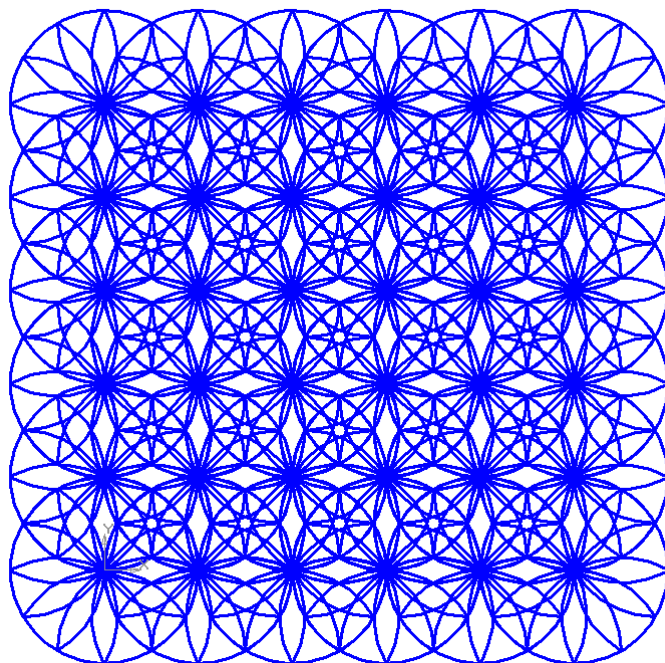

Рис. 8.21.
- 4) количество копий по каждой из осей – 6. После выполнения задания вы должны получить сетчатый орнамент (рис. 8.21).
Вы видите, что на листе фрагмента изображены два трехмерных угольника (рис. 8.21).